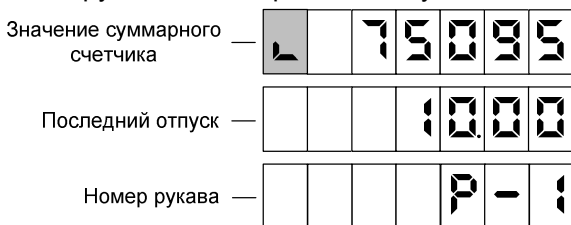

Рисунок 6
8.6 Предусмотрен просмотр на табло значений суммарного счетчика рукава в строке указателя стоимости с мигающим символом "L" в старшем разряде. В строке цены за литр отображаются символы "P-" и порядковый номер рукава (рисунок 6). В случае многорукавной колонки, чтобы просмотреть на табло значения суммарных счетчиков других рукавов стороны, необходимо снять раздаточный кран интересующего рукава. В этом режиме допускается выдача топлива.